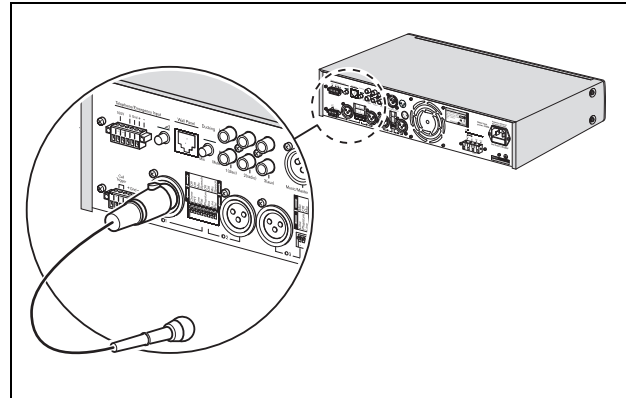

Abbildung 4.1: Nur XLR-Verbindung
- Nur XLR-Verbindung. Siehe Abbildung 4.1.